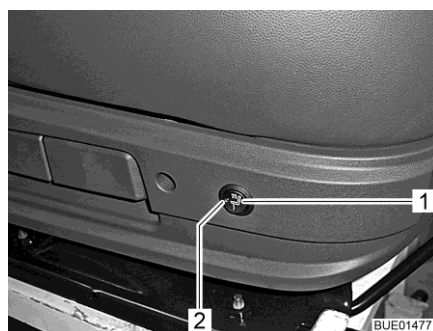

Bild 32 Schalter für Sitzheizung
- Schalter (Bild 32,1) hinten an der linken Seite der Sitzkonsole drücken.
Wenn die Sitzheizung arbeitet, leuchtet die LED (Bild 32,2).
- Schalter (Bild 32,1) in Mittelstellung schalten. Die LED erlischt.